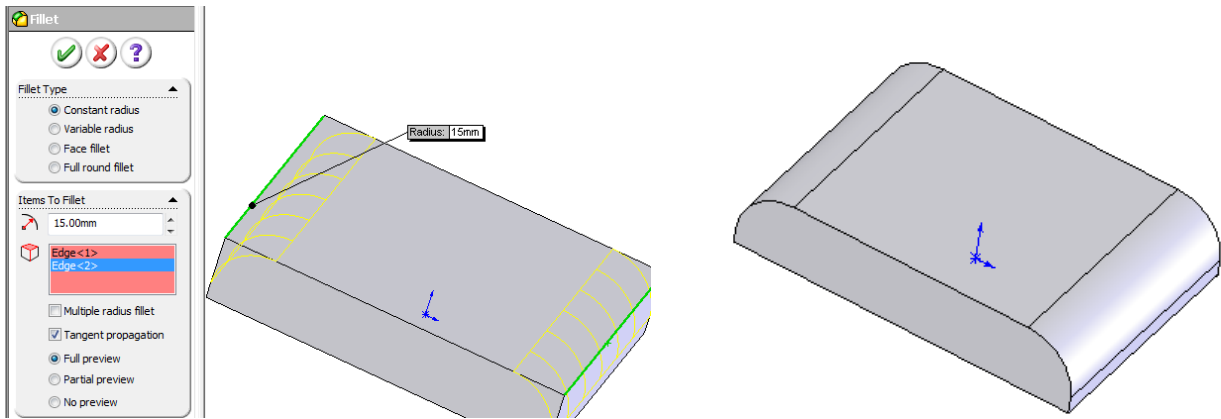

Рис. 6.1.3. Скруглення ребер розетки
3. Скругліть 2 протилежні верхні ребра моделі радіусом 15 мм, використовуючи інструмент СКРУГЛЕНИЕ  (рис. 6.1.3).